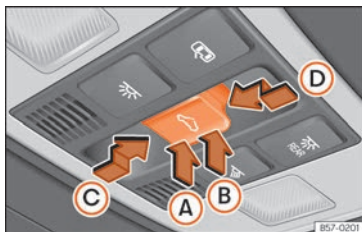

Abb. 128 Im Dachhimmel: Bedienelement für Panorama-Schiebedach.
Die Taste **Abb. 128** hat zwei Stufen. In der ersten Stufe kann das Glasdach ausge-
- *Glasdach*: 5 Sekunden ab der Aktivierung des Einklemmschutzes verstreichen, drücken Sie die Taste  » » **Abb. 128** bis zur zweiten Stufe in Pfeilrichtung » » **Abb. 128**  bis das Dach vollständig schließt.